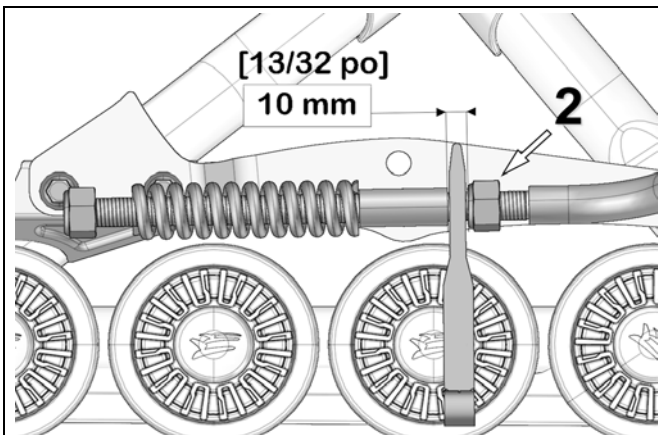

Figure 9
- Régler l'écrou (2) afin de produire une distance de 10 mm entre le guide du bras stabilisateur et l'écrou, comme le montre la Figure 9.